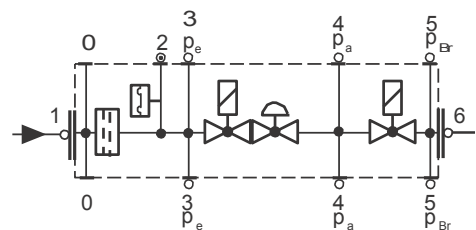

Fig. 17
- Nettoyer ou remplacer le filtre si la différence de pression entre les points 1 et 3 (Fig. 17) est ≥ 10 mbar.
- Nettoyez ou remplacez le filtre si la différence de pression entre les points 1 et 3 (Fig. 17) a doublé depuis le dernier contrôle. Le filtre peut être remplacé sans démonter la vanne..